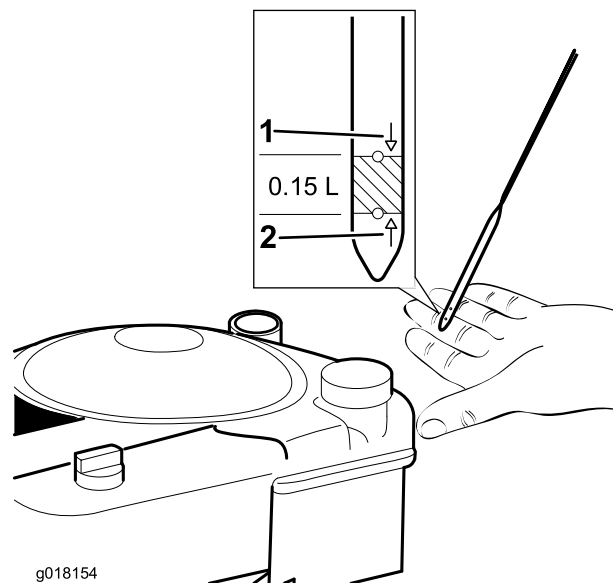

Figure 17
2. Retirez la jauge et essuyez-la sur un chiffon propre (Figure 17).
moteur sur la jauge en essuyant cette dernière sur un chiffon propre et en l'insérant dans le tube (Figure 17).
5. Versez de l'huile dans le carter moteur jusqu'à ce que la jauge indique le niveau correct, comme montré à la Figure 17. Si vous remplissez excessivement le carter moteur, vidangez l'excédent d'huile.